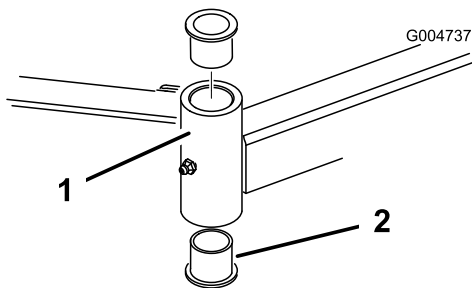

図 26
4. ピンポンチを使って、チューブの上または下からブッシュをたたき出す 図 26。もう1個のブッシュについても同様にして取り出す。チューブの内部をきれいに清掃する。